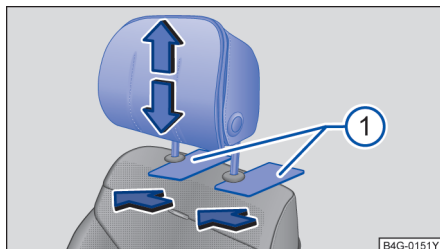

图 87 拆卸和安装前排头枕
- 松开头枕时，一人用一扁平器具（例如，塑料卡片）插入靠背套与头枕导杆护套之间→图 87 ①，同时另一人将头枕完全拔出。